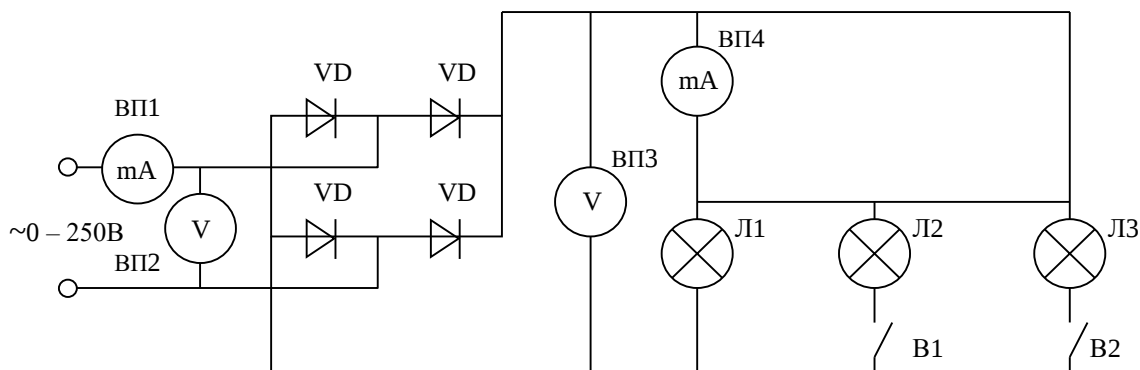

Рисунок 4.1
- Зібрати схему згідно рис.4.1.